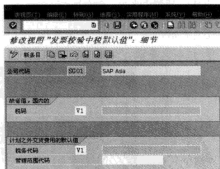

图 7-85 “修改视图‘发票校验中税默认值’：细节”界面
STEP ② 在此界面中单击某个公司代码，进入“修改视图‘发票校验中税默认值’：细节”界面，如图 7-85 所示。在此界面中，可以维护税码的默认值、税务代码信息。